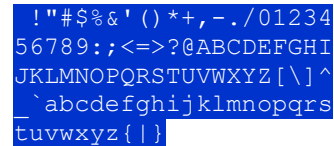

Abb. 24: Übersicht aller mit △ und ▽ auswählbaren Zeichen
Im Bildschirm mit den Überwachungseinstellungen (Abb. 24) wird in der obersten Zeile die Nummer des betreffenden Stromkreises (Abb. 24, Ziffer 1) angezeigt. Mit den Tasten △ und ▽ erreichen Sie folgende Einstellungen:
- 2 – Toleranzvorgabe für die Stromüberwachung. Mögliche Einstellungen: aus (keine Stromüberwachung), 5%, 10%, 20% (empfohlen), 50% (Abb. 24, Ziffer 2).
- 3 – Messung des Referenzstromes für die Stromüberwachung (Abb. 24, Ziffer 3). Die Messung wird mit ▷ oder Enter ○ gestartet und der gemessene aktuelle Stromwert als Referenz (Sollwert) für die Stromüberwachung gespeichert.